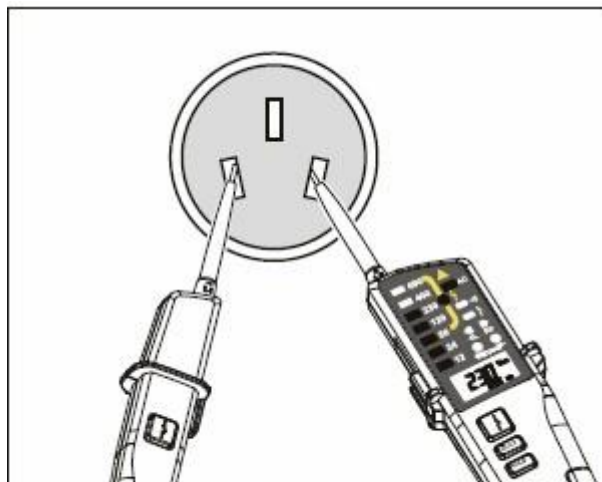

Figure 3
1. Inainte de masurare, faceti o autotestare a aparatului. Apasati timp de 5 sec. pe butonul de lanterna si aparatul intra in modul de autotestare, semnalizat prin aprinderea LED-ului si palparea ecranului LCD. Daca doriti sa iesiti din autotestare, apasati scurt butonul lanternei. Conectati testerele la o tensiune de 220 V pentru a verifica precizia masurarii (vezi fig. 3).